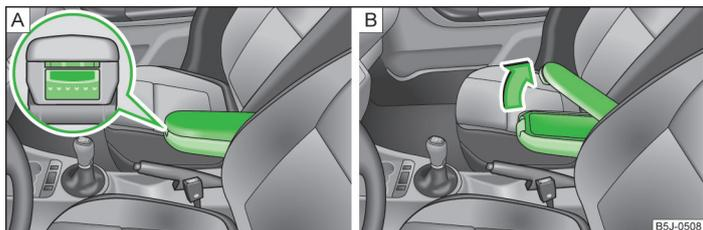

Fig. 69 Apoyabrazos: compartimento guardaobjetos / abrir el compartimento guardaobjetos
- > Pulsar la tecla inferior en el lado frontal del apoyabrazos » fig. 69 - .
- > Pulsar la tecla superior y doblar la tapa del compartimento guardaobjetos hacia arriba » fig. 69 - .